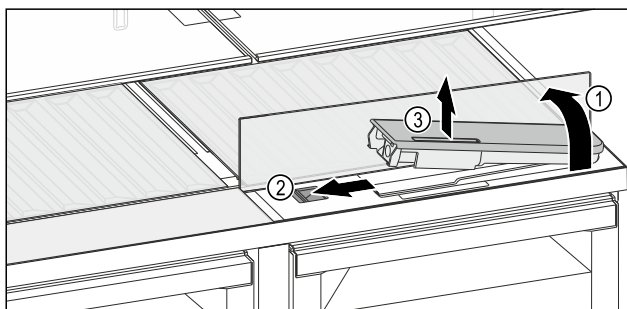

Fig. 142
- ▶ Повдигнете стъклената плоча и я завъртете до ограничителя назад Fig. 142 (1).
- ▶ Преместете плъзгача Fig. 142 (2) наляво.
- ▶ Извадете резервоара за вода Fig. 142 (3).